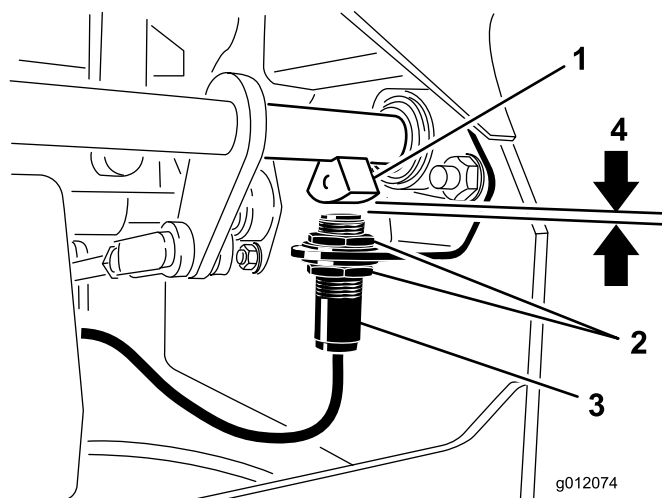

Figure 53
4. Montez ou descendez le contacteur sur le support jusqu'à ce que le capteur d'arbre de frein et le plongeur du contacteur soient distants de 3,9 mm (Figure 53).